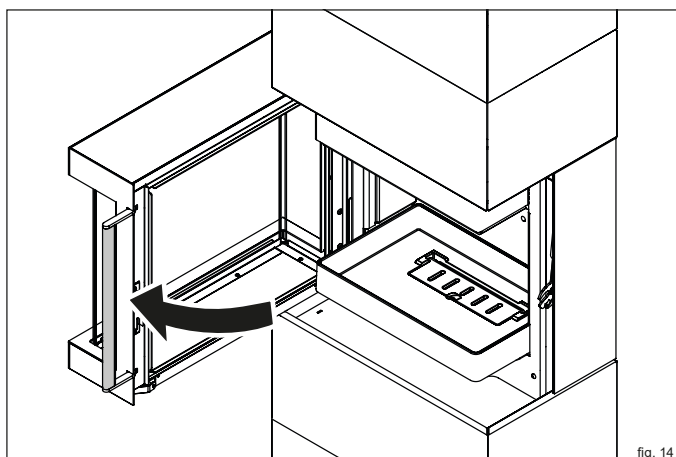

fig. 14
- ▶ **Aprire lo sportello della camera di combustione (fig. 14).**